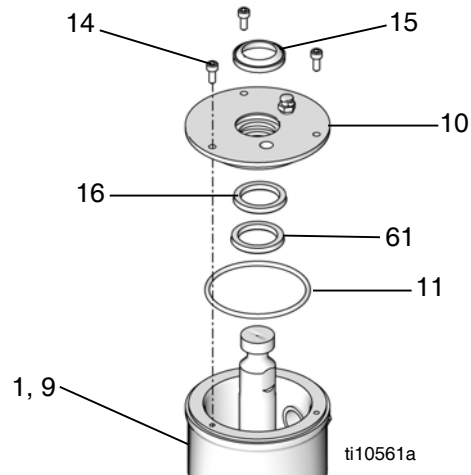

図 31
26. 新しい Oリング (11)、接液カップワイパー (15)、シール (16) とスナップリング (61) を接液カップカバー (10) に取り付けます。図 31 を参照してください。
27. 接液カップカバー (10) を置換ロッド上に注意深くスライドさせます。カバーと接液カップの穴をまっすぐに並べます。ネジ (14) を差し込みます。六角ドライバーを使って、ネジを締めます。図 31 を参照してください。